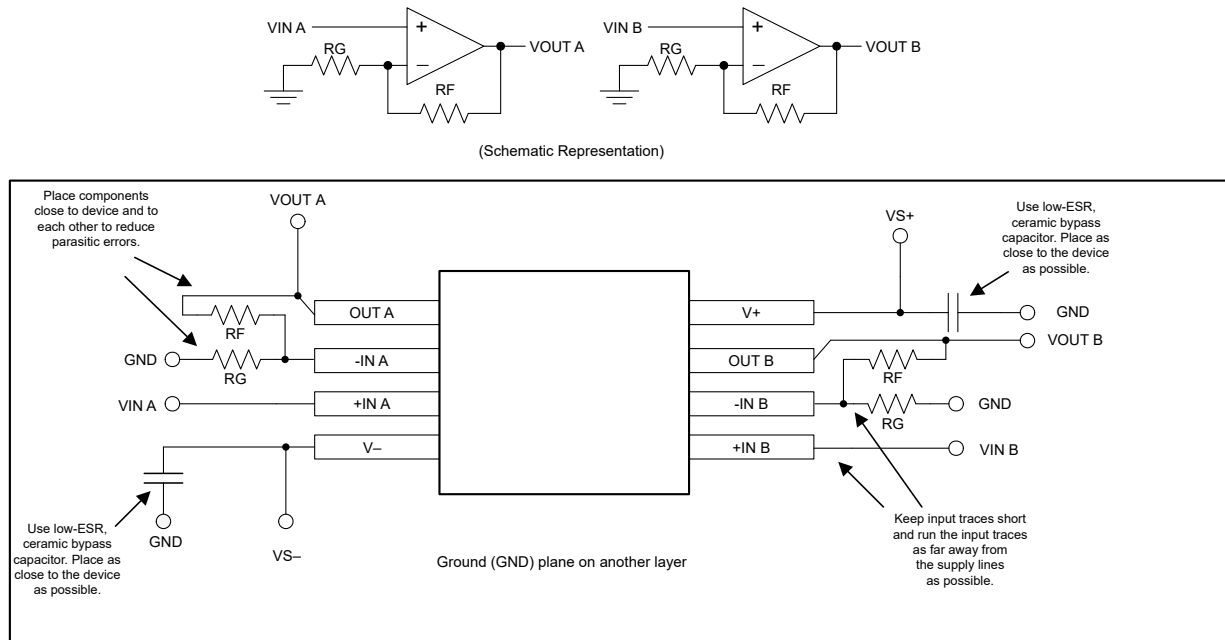

图 8-8. TLV2365-Q1 SOIC 封装的布局建议
- 外部元件应尽量靠近器件放置。图 8-8 显示，使 RF 和 RG 接近反相输入可更大限度地减小寄生电容。